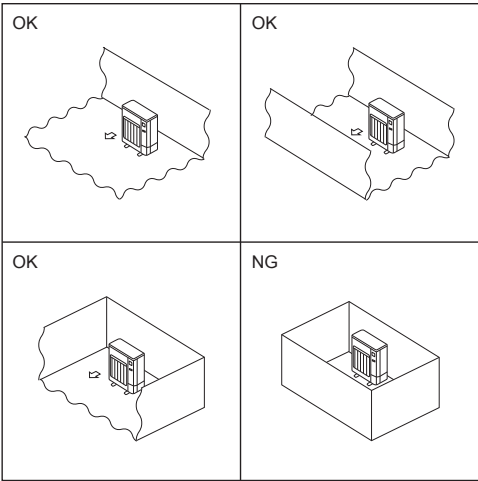

Fig. 2-2
- Ⓐ Instale as unidades exteriores num local onde, pelo menos, uma das quatro laterais seja aberta e cujo espaço seja suficientemente amplo e não tenha depressões. (Fig. 2-2)